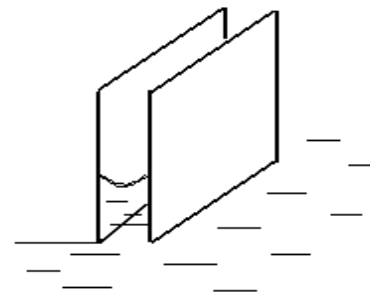

Рис. 59
- 2) Если в жидкость опущены две пластины, между которыми жидкость имеет мениск (рис. 59), то  $R_1 = R$ ,  $R_2 = \infty$  и из (5.4) имеем  $p_x = \frac{\alpha}{R}$ . При малом расстоянии  $d$  между пластинами  $R \approx \frac{d}{2}$ , тогда  $p_x = \frac{2\alpha}{d}$ .